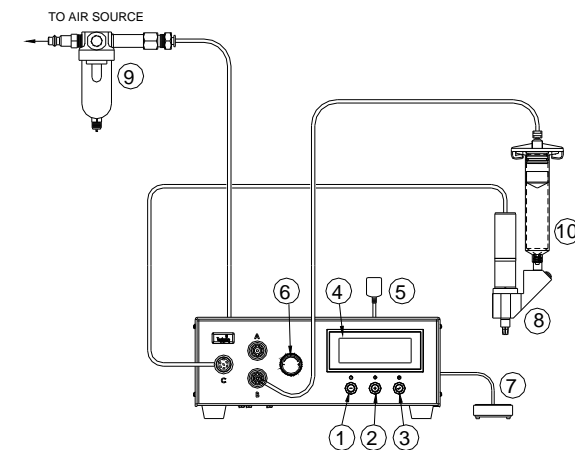

Abb. 6.0
5.3.1 Anschluss des Gerätes. (Für Details siehe Abb. 6.0)
5.4.1 Anschluss des Gerätes: Für Details siehe Abb. 6.0